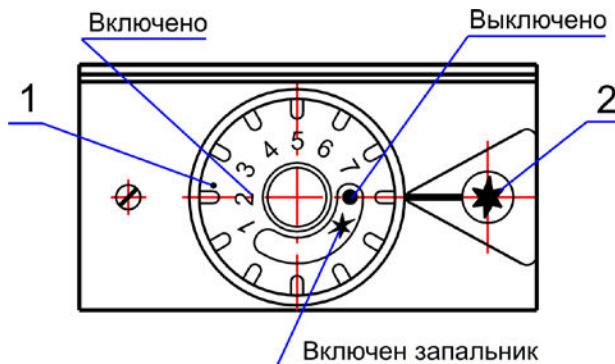
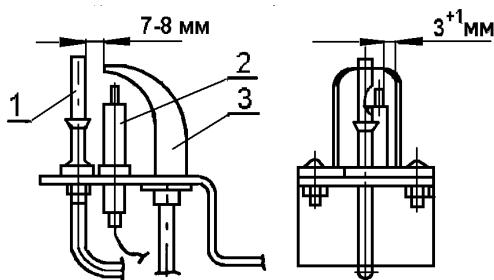

Рис.2 Блок автоматики
Рис.3 Устройство запальное
4.4. Установка требуемой температуры воды производится ручкой управления 1 (Рис.2) от 30°C до 90°C , а ее контроль выполняется по
4.6. Устройство запальное Рис.3 предназначено для крепления запальника, термопары, свечи зажигания и розжига основной горелки.
- вращать ручку управления 1 (Рис.2) без надобности;
- настраивать ручку управления 1 (Рис.2) на температуру воды выше 90°C;
- поворачивать ручку управления 1 (Рис.2) для перевода с имеющейся температуры на более низкую при неостывшей (до 60 °C) воде в баке аппарата;
- стучать по горелке, автоматике, поворачивать ручку крана газового, ручку управления 1 (Рис.2) с помощью ключей, плоскогубцев и других инструментов;
6.12. Проверьте работу пьезорозжига. При нажатии на кнопку пьезорозжига 2 (Рис.2) должна проскачивать искра между электродом свечи 2 (Рис.3) и запальником 3 (Рис.3).
6.15. Установите ручку управления 1 (Рис.2) блока автоматики в положение «Выключено» ●.
6.20. При работе аппарата в летнее время только на ГВС, после прекращения забора горячей воды выключите основную горелку, повернув ручку управления 1 (Рис.2) по часовой стрелке в положение “Включен запальник” *